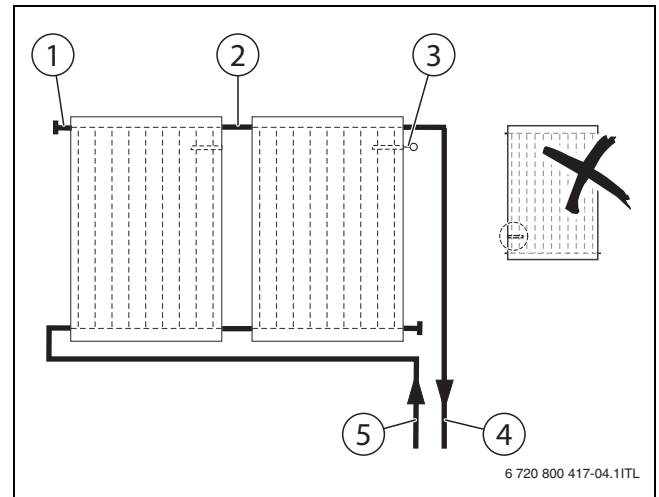

Рис. 13 Расположение коллекторов
- ▶ Подключайте поле коллекторов с двух сторон (\rightarrow рис. 13).
- ▶ При прокладке провода датчика коллектора учтите, что датчик (рис. 13 [3]) устанавливается на коллектор, к которому подключается подающая линия [4].